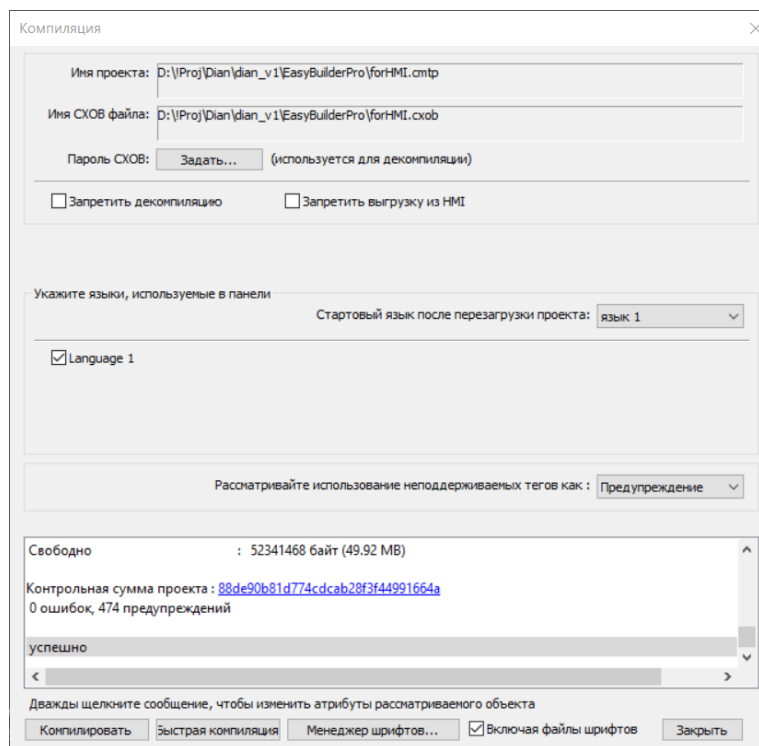

Рисунок 2.9 – Окно «Компиляция»
4. Выполнить компиляцию прикладного ПО: перейти на вкладку «Проект» – «Компиляция», нажать кнопку «Компилировать». Компиляция выполнена успешно, при наличии сообщения «Успешно» в окне компиляции (рисунок 2.9).